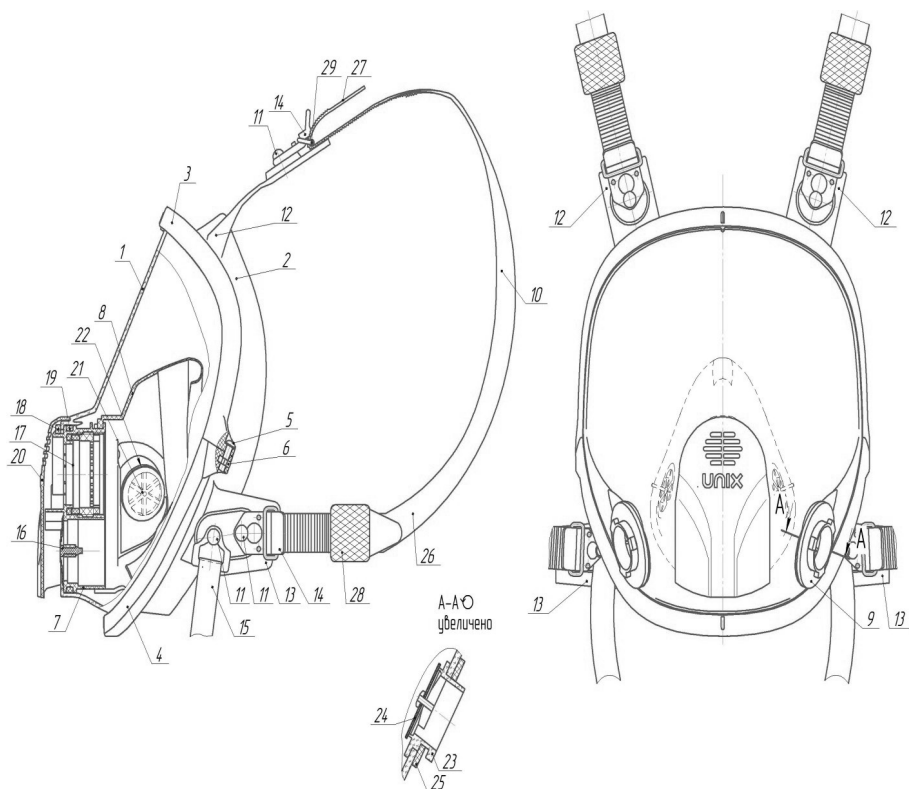

Рисунок 1 – Устройство маски панорамной UNIX 6100
1.4.2 Маска (рисунок 1) состоит из стекла-корпуса (1), уплотнителя (2), оправ верхней (3) и нижней (4), закрепляющих уплотнитель на стекле-корпусе с помощью двух винтов (5) и гаек (6), клапанной коробки (7), подмасочника (8), узлов подсоединения фильтра байонетного типа (9), оголовья (10).